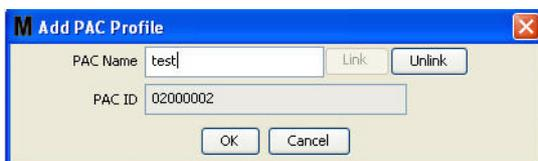

FIG. 115
- El número de ID de PAC se visualiza en el campo ID de PAC (FIG. 115). Haga clic en Aceptar para cerrar la pantalla y guardar los cambios.
Note que el botón “Vincular”, tal como se representa en la FIG. 115 dejará de estar activo y en cambio se activará el botón “Desvincular”. Hacer clic en el botón “Desvincular” quebranta el vínculo entre el PAC y el ordenador para Matrix.